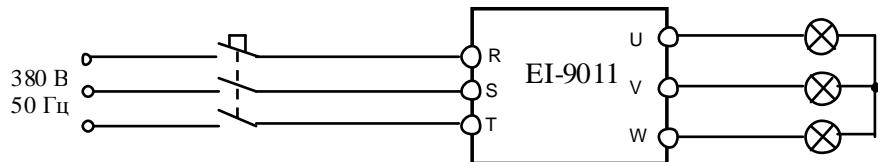

Рис. 4.19. Подключение ПЧ к сети 3Ф 380В
4.14.1. Подключить три лампы (п.3.4.5.) к выходным клеммам U, V, W преобразователя частоты. Подать питание ~380 В 3Ф (рис. 4.19).